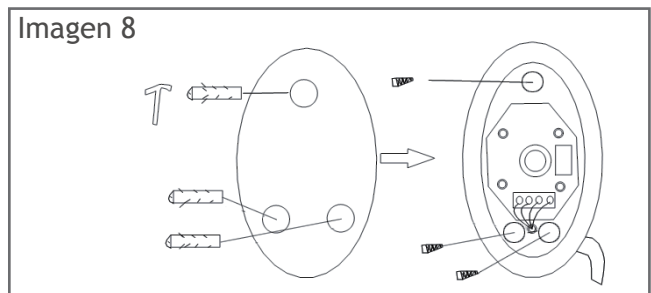

Imagen 8
- Fije el receptor del sensor infrarrojo en la pared, bajo el ángulo recto, con tornillos. El punto de conexión debe estar abajo (ver imagen 8).